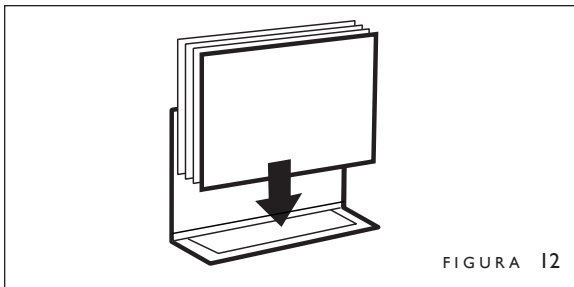

FIGURA 12
3. Pliegue la cubierta con lomo Halfback en forma de "L" doblándola a lo largo de la marca de plegado más próxima al canto de la tapa. Asegúrese de que el lado adhesivo quede hacia dentro. Coloque las páginas del documento en la solapa corta de modo que queden en contacto con el adhesivo aún no fundido. Coloque en posición la contracubierta (figura 12).